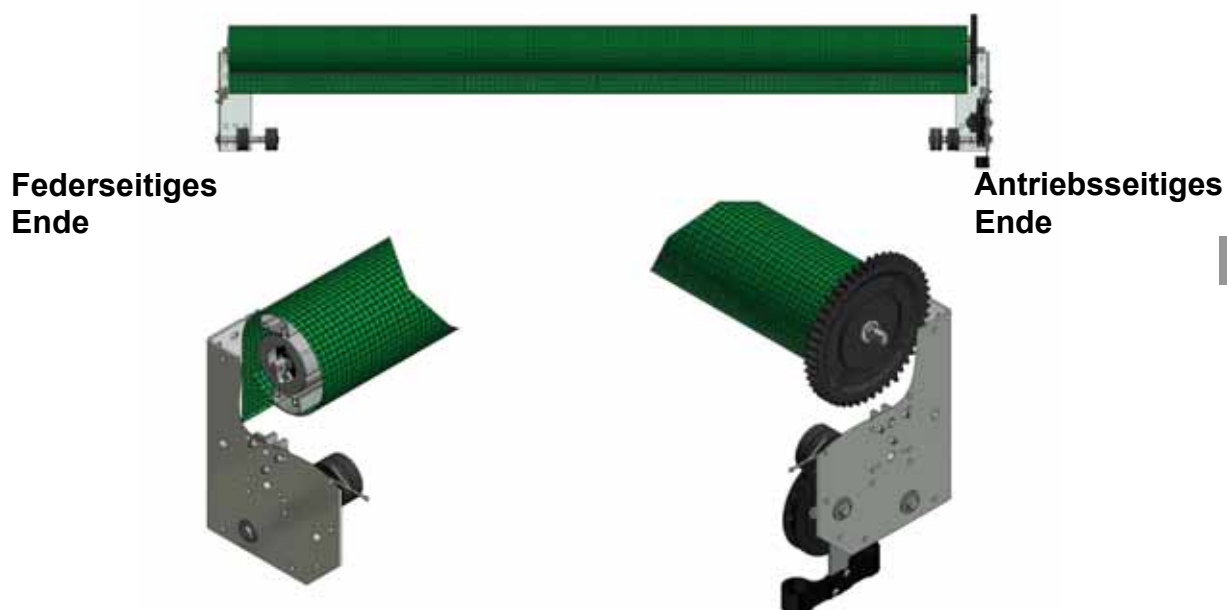

Abbildung 7: Positionierung des oberen Rohrs in den Halterungen (Abbildung zeigt rechtsseitigen Antrieb)
6. Sorgen Sie beim Anheben der Rolleneinheit auf die oberen Halterungen dafür, dass Sie die Wellen vollständig in das Unterteil der Aufnahmehalterungen einschieben (Abbildung 7). Sichern Sie die Wellen mit Hilfe der mitgelieferten Splinte M4 x 75 (Y1).